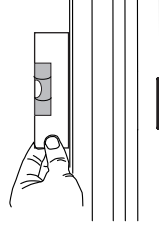

Рис. 3
**Очень важно, чтобы корпус экрана располагался строго горизонтально. Рекомендуются использовать уровень (рис. 3) для более правильного монтажа экрана.**